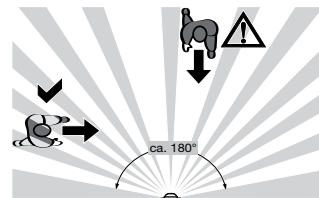

Fig. 6 : Sens du mouvement et détection
- Respecter le sens du mouvement : la distinction est faite entre « se diriger vers » et « passer devant ». Quand quelqu'un passe devant le détecteur de mouvements, il est plus facilement détecté que quelqu'un qui se dirige vers le détecteur de mouvements (Fig. 6).